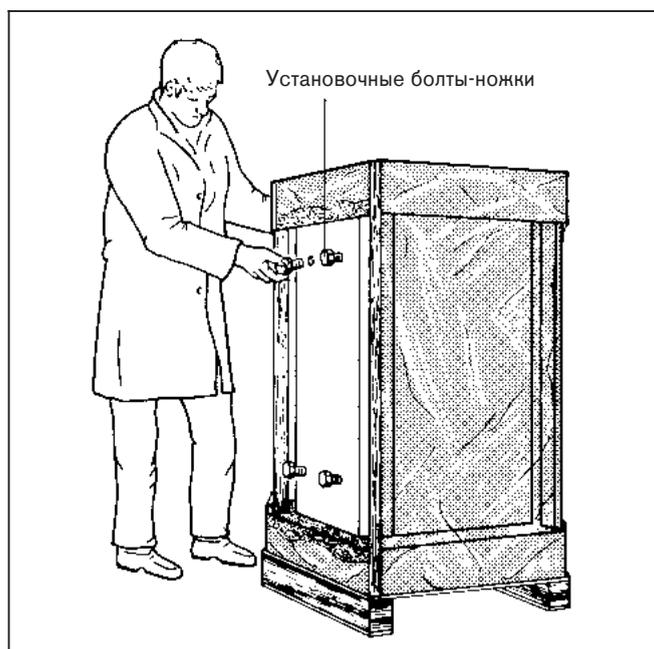

Рис. 17
- Ввинтить 4 установочных болта, находящиеся у дна бойлера, так, чтобы они выступали 10 – 15 мм (рис. 17).